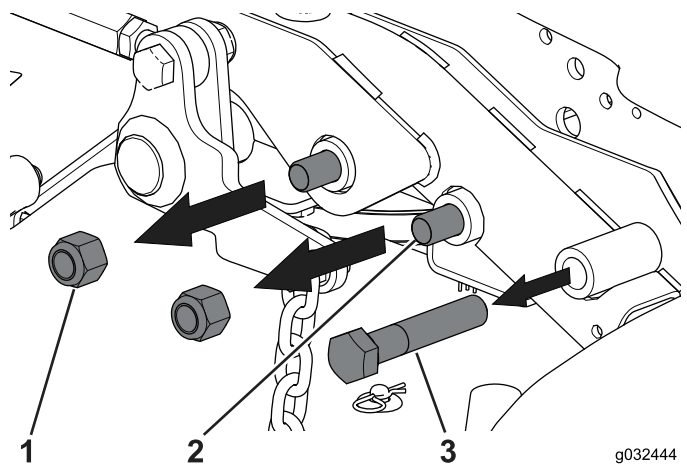
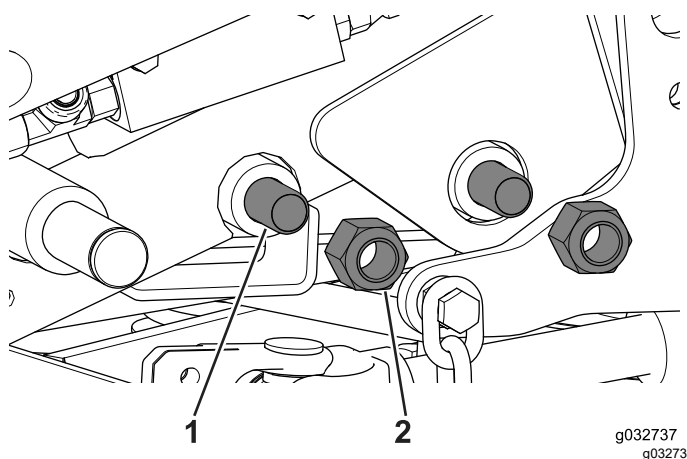

Figure 57
Figure 58
7. Retirez les contre-écrous et les boulons qui fixent le cadre d'été au cadre de la machine (Figure 57 et Figure 58).